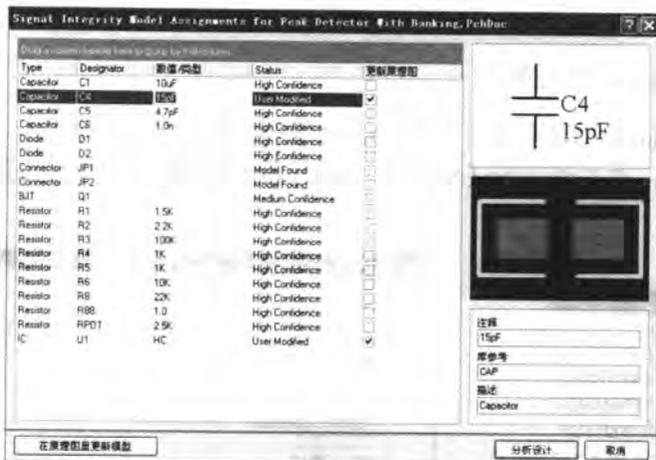

图 12-11 SI 模型配置显示窗口
- [3] 单击该提示框中的  按钮，会打开 SI 模型配置的显示窗口，显示每一元器件的 SI 模型及其所对应的配置状态，供设计者参考或修改，如图 12-11 所示。
- [2] 单击该提示框中的 **Model Assignments...** 按钮，打开如图 12-11 所示的 SI 模型配置显示窗口，根据提示，进行元器件 SI 模型的设定或修改。
- [3] 更新到原理图中之后，单击图 12-11 所示的 SI 模型配置显示窗口中的 **分析设计...** 按钮，则打开如图 12-28 所示的【信号完整性设定选项】对话框，同时，在工作窗口的右下角面板控制中心处将会出现一个 **信号完整性** 按钮。